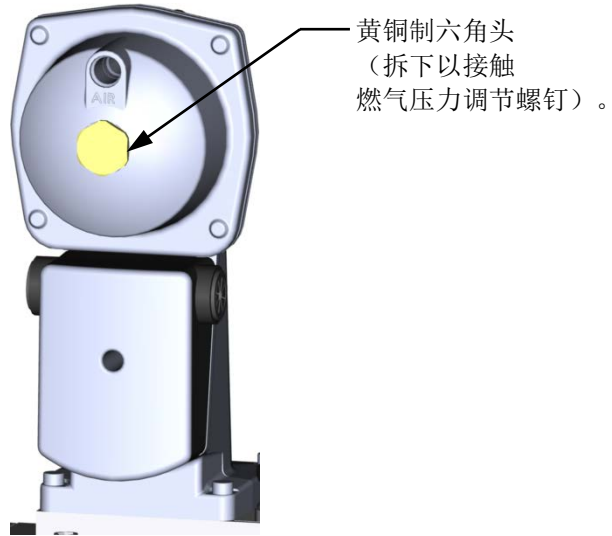

图4-3: SSOV 燃气压力调节螺钉的位置
10. 接下来，验证 SSOV 的下游燃气压力被设置在 **3.6 ± 0.2 英寸 W.C. (897 ± 50 Pa)**。如果需要调整燃气压力，请卸下 SSOV 驱动装置上的黄铜制六角螺母（参见图 4-3），以接触燃气压力调节螺钉。用平头螺丝刀进行燃气压力调整，使得燃气压力大约在 **3.6 英寸 W.C. ± 0.2 英寸 W.C. (897 ± 50 Pa)** 的范围内。
15. 如果氧气水平不在要求的范围内, 则必须使用 SSOV (图 4-3) 上的燃气压力调整螺来调整 SSOV 的下游侧的燃气压力。缓慢旋转燃气压力调节螺钉 (约 1/4 圈增量)。每次调整后让燃烧分析仪稳定下来。顺时针旋转可降低氧气水平, 逆时针旋转则增加氧气水平。
10. 接下来，验证 SSOV 的下游燃气压力被设置在 **3.4 ± 0.2 英寸 W.C. (850 ± 50 Pa)**。如果需要调整燃气压力，请卸下 SSOV 驱动装置上的黄铜制六角螺母（参见图 4-3），以接触燃气压力调节螺钉。用平头螺丝刀进行燃气压力调整，使得燃气压力在 **3.4 英寸 W.C. ± 0.2" W.C. (850 ± 50 Pa)** 的范围内。
14. 将所测量的氧气水平与下面所示的氧气范围进行比较。此外，确保氮氧化物 (NOx) 和一氧化碳 (CO) 的读数不超过下述值。如果您不在“NOx-限制”区域且/或者在您的分析仪中没有氮氧化物 (NOx) 测量功能，则将氧气 (O2) 设置为 **5.5% ± 0.5%**。
15. 如果氧气水平不在要求的范围内，则必须使用 SSOV（图 4-3）上的燃气压力调整螺来调整 SSOV 的下游侧的燃气压力。缓慢旋转燃气压力调节螺钉（约 1/4 圈增量）。每次调整后让燃烧分析仪稳定下来。顺时针旋转可降低氧气水平，逆时针旋转则增加氧气水平。